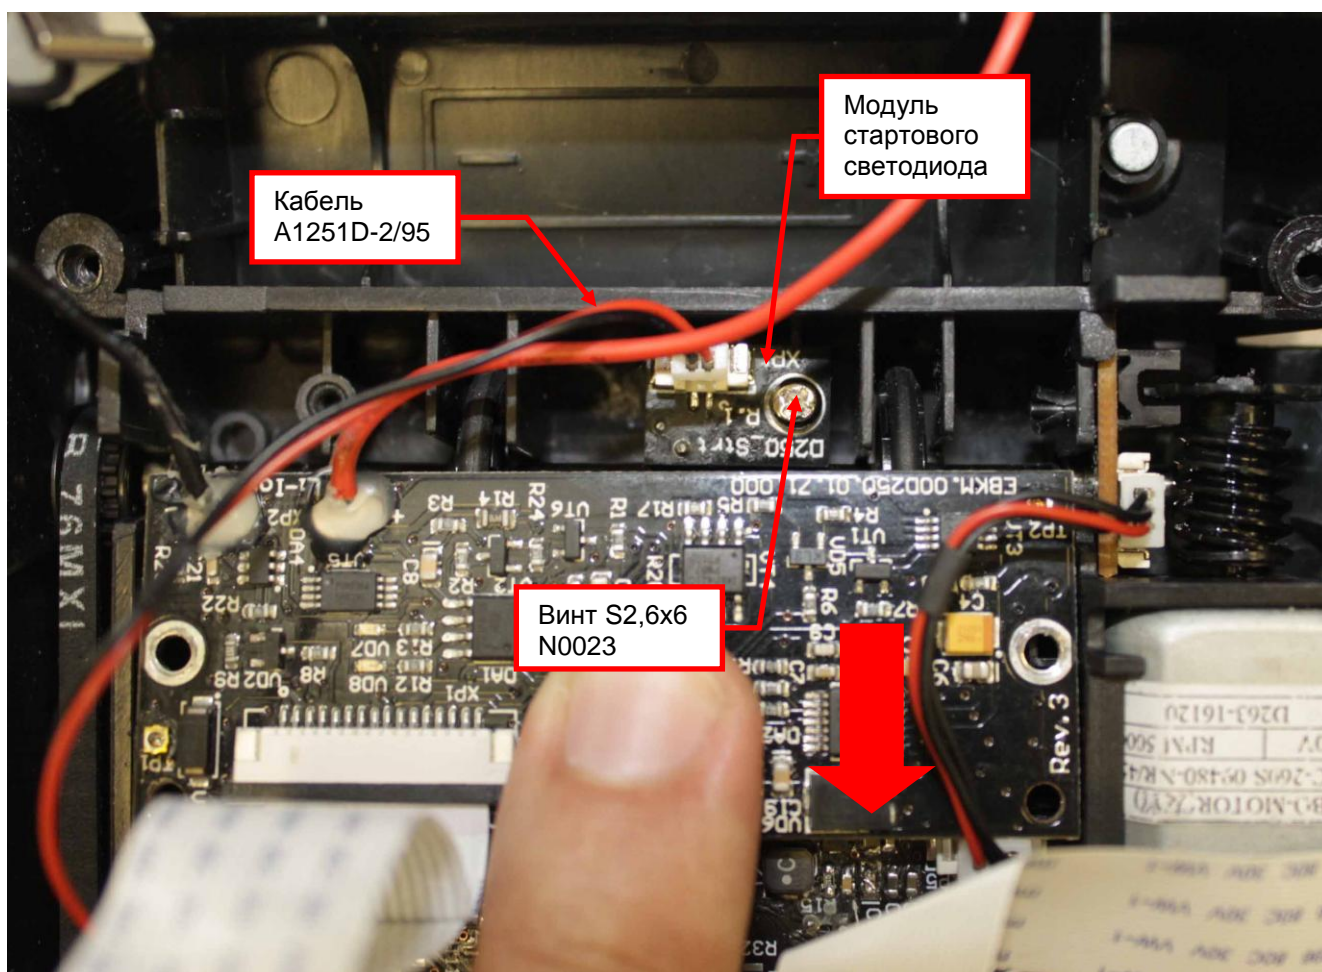

Рисунок 9.8
- 9.4.4 Сдвиньте модуль зарядного устройства (направление сдвига показано стрелкой на рис.9.8), чтобы обеспечить доступ к модулю стартового светодиода. Отсоедините кабель А1251D-2/95 от модуля стартового светодиода (см. рис.9.8). Вывинтите, с помощью отвертки Ph1, винт S2,6x6 N0023, крепящий модуль. Снимите модуль.